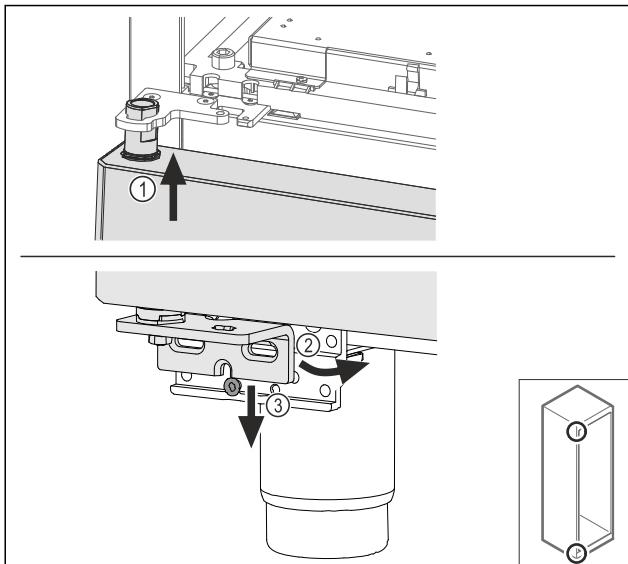

Fig. 68
- ▶ Наденете леко наклонената нагоре врата Fig. 68 (1), подравните вратата напред Fig. 68 (2) и я поставете отдолу върху винта на опорната стойка Fig. 68 (3).